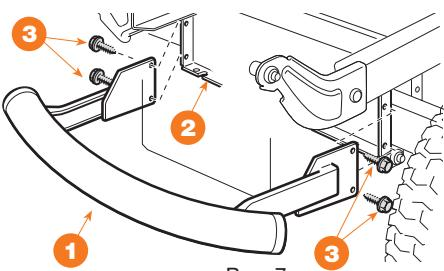

Рис. 7
Установите передний бампер ① на нижнюю часть рамы ② при помощи четырех винтов ③ (Рис. 7).